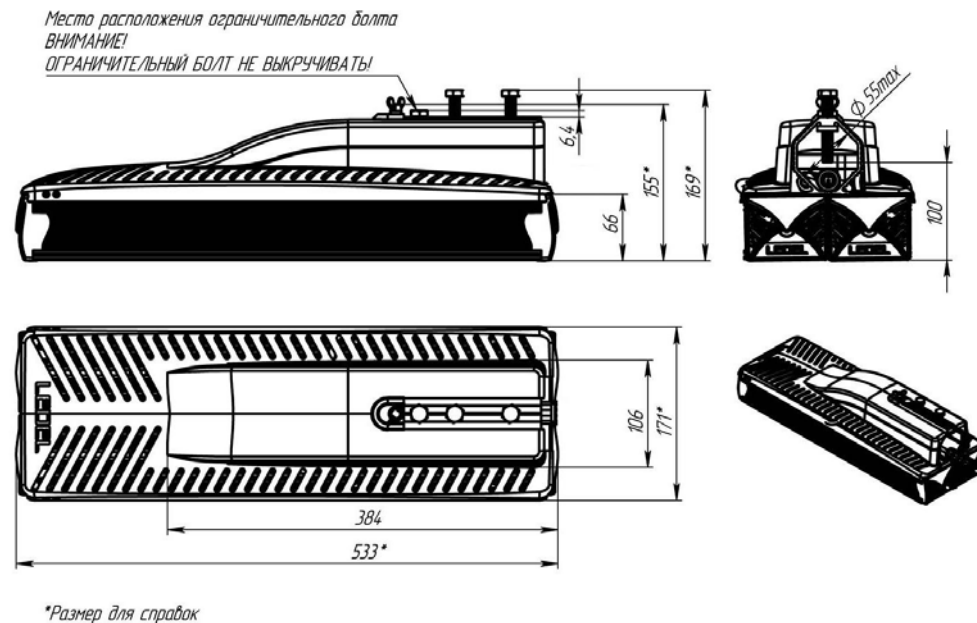

Рисунок 1 Габаритные размеры светильника «L-street 48 Premium»
- а) Ослабить фиксирующие болты (кроме ограничительного болта, см. рис. 1);